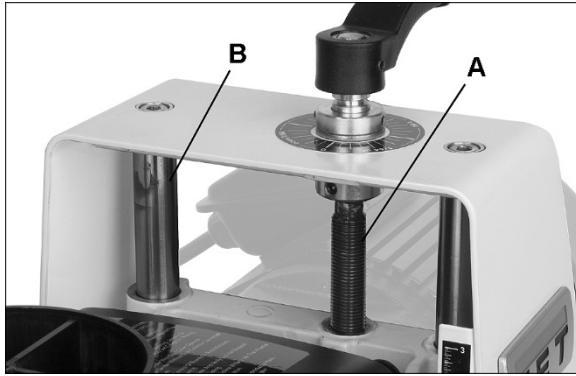

Abbildung 10-1
- Die Höhengspindel (A, Abb. 10-1) gelegentlich schmieren.
- Die Führungssäulen (B, Abb. 10-1) sauber halten.